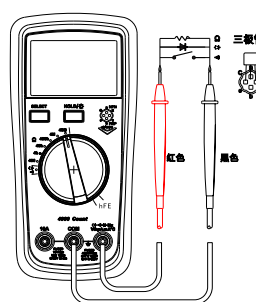

图3
2. 电阻测量 (如图3)
3. 电路通断测量 (见图3)
4. 二极管测量 (见图3)
5. 晶体管放大倍数测量 (hFE) (见附图3)